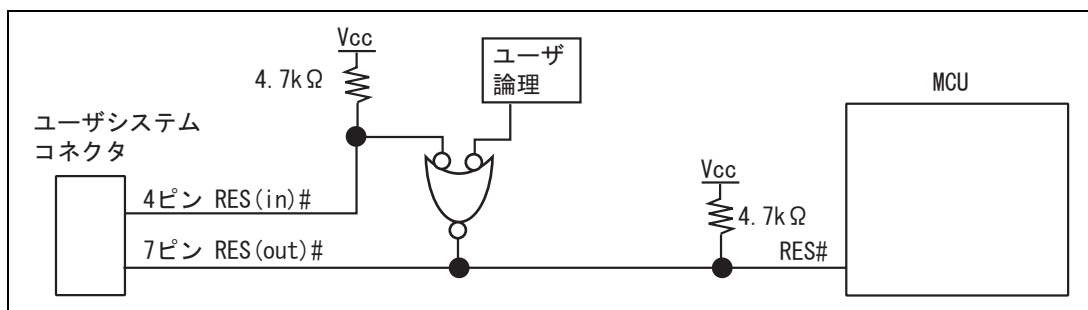

図 1.6 RES#端子の結線
3. ユーザシステムコネクタの4ピンのRES(in)#端子はE10A-USBエミュレータがMCUに対して出力する信号線です。ユーザ論理のリセット回路と4ピンのRES(in)#端子を図1.6のようにして、MCUのRES#端子に接続してください。また、ユーザシステムコネクタの7ピンのRES(out)#端子はE10A-USBエミュレータがMCUのRES#端子をモニタする信号線です。プルアップの上、ユーザシステムコネクタの7ピンに接続してください。